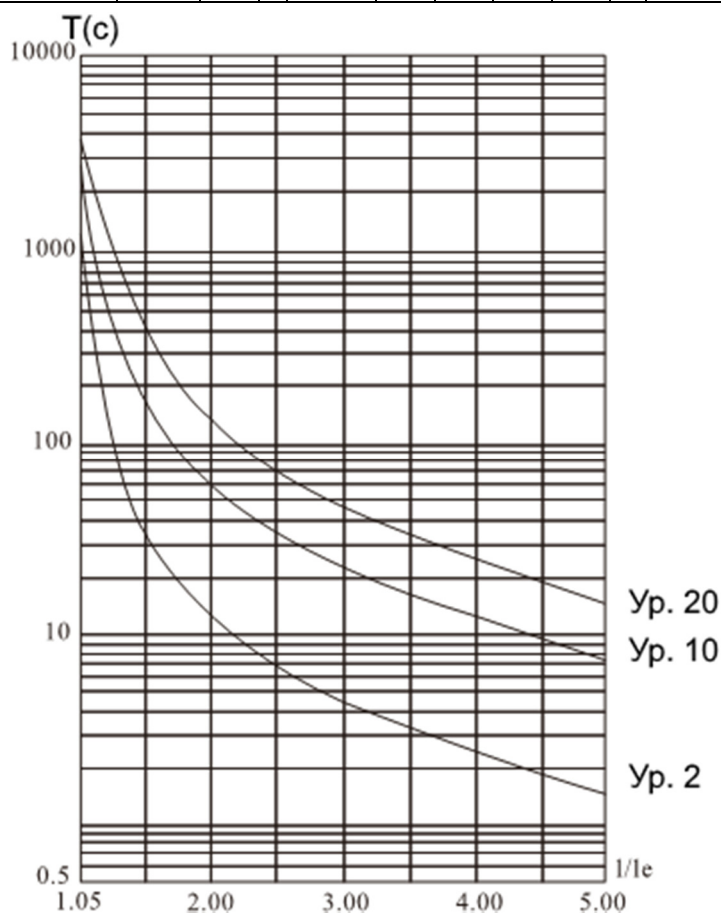

Рис. 6.1 (Стандарт IEC60947-4-2) Кривая тепловой защиты двигателя (время срабатывания)
- Защита при легкой нагрузке, стандартная или защита при большой нагрузке имеют полный набор защитных функций. Разница между ними в уровне защиты от перегрузки и перегрузке по току. См. рис. 6.1.
- Классы защиты и время защиты от перегрева (рис. 6.1)